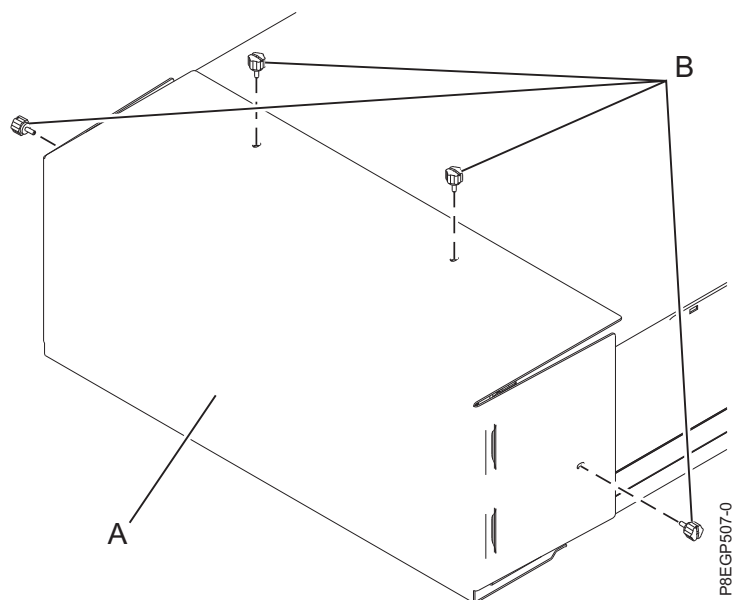

図 6. 配送カバーの取り外し
2. 図 6 に示すように、ドロワーの背面に配送カバー (A) を固定するのに使用されている 4 本のつまみねじ (B) を取り外します。配送カバーを取り外します。